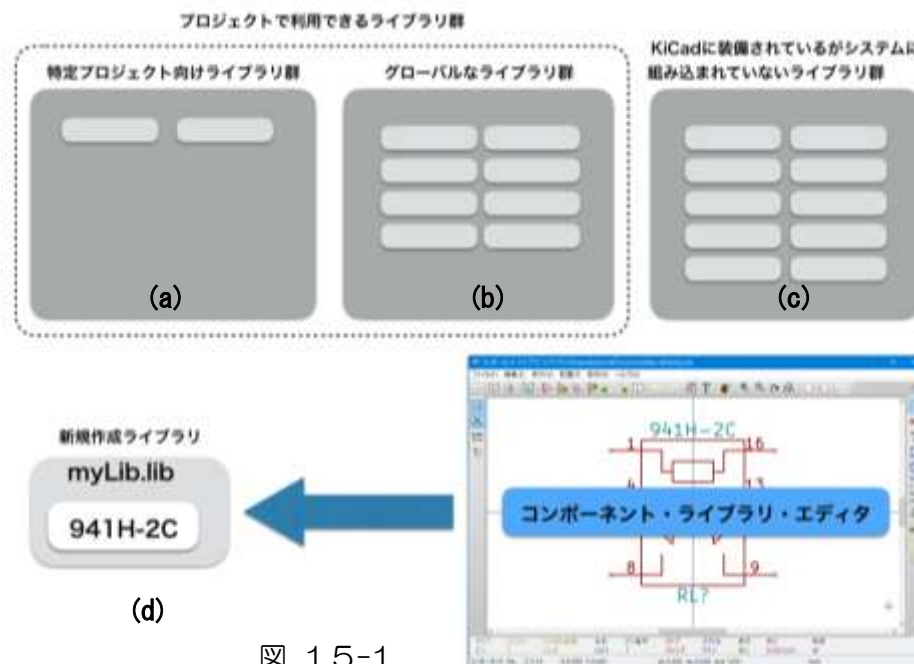

図 15-1
(1) コンポーネント・ライブラリの基礎知識 図 15-1
- ① コンポーネントライブラリには次の4つの形態があります。
- ② (c), (d)のライブラリを利用するときは、プロジェクトまたはグローバル（システム）に組み込む必要があります。
- ③ コンポーネントライブラリの組み込みは、Eeschema のメニューバー「設定」→「コンポーネントライブラリ」→[追加]で行います。